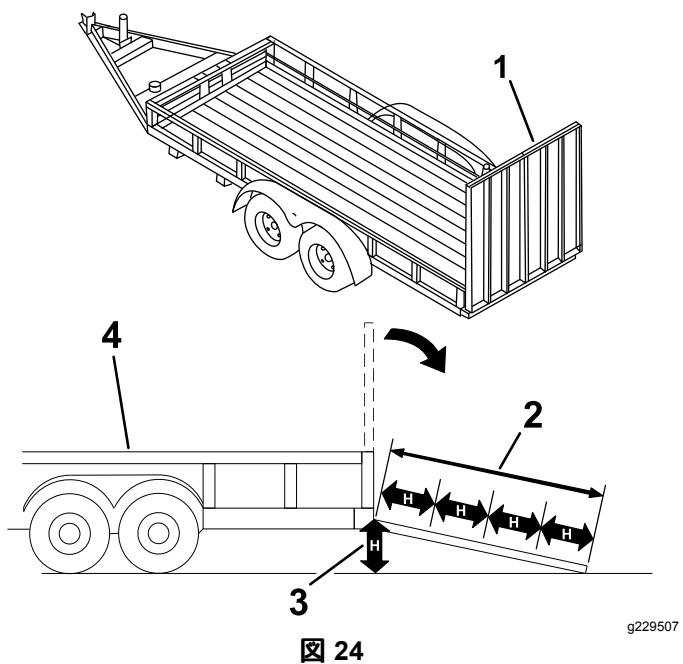

図 24
マシンをトレーラなどに搭載する作業は、機体を転倒させる危険をはらんでおり、万一そのような事故が起こると死亡事故など重大な人身事故となる図 24。
3. ランプ板を下ろす図 24。